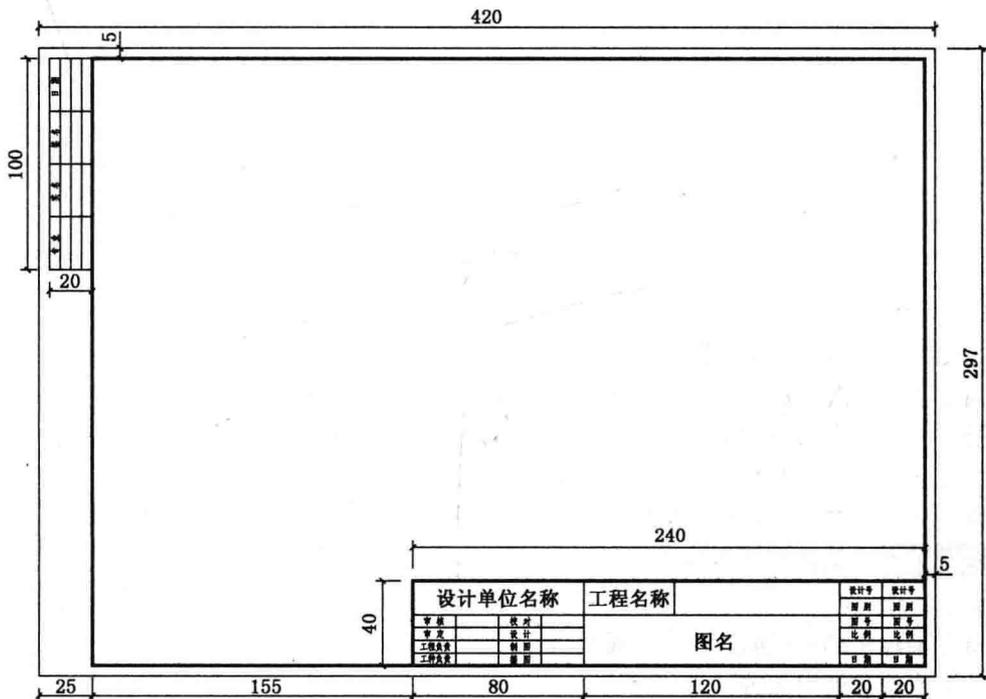

图 1-1
2. 绘制 A3 图纸, 并将绘制完成的图纸作为样板保存。(如图 1-1)